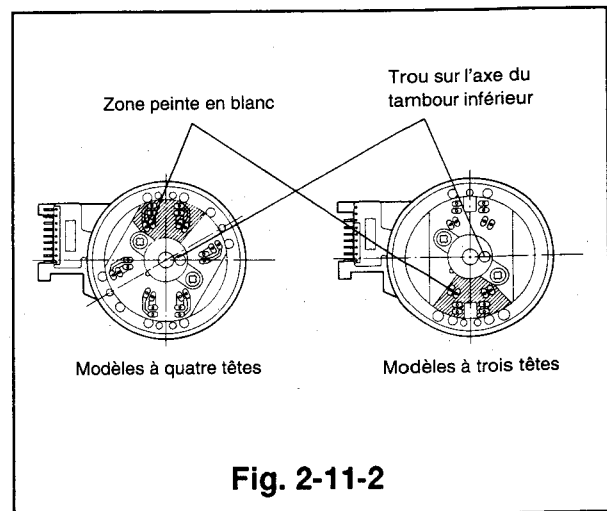

Fig. 2-11-2
- 2) Fixer le tambour supérieur de manière à ce que l'orifice de l'axe du tambour inférieur se trouve dans la position indiquée dans la Fig. 2-11-2, en veillant à ne pas endommager les bornes.
La zone peinte en blanc (ombrée sur la Fig. 2-11-2) du tambour supérieur doit se trouver à 90° de l'orifice de l'axe du tambour inférieur.
La zone peinte en blanc (ombrée sur la Fig. 2-11-2) du tambour supérieur doit se trouver à 270° de l'orifice de l'axe du tambour inférieur.